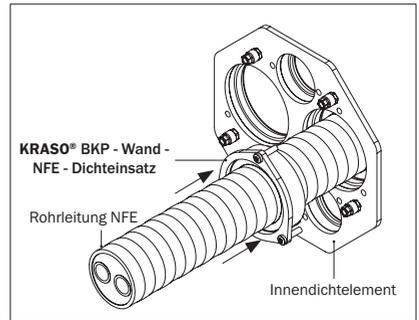

Abbildung 13.3: Montage **KRASO® BKP - Wand - NFE - Dichteinsatz** innenseitig
- Schieben Sie den **KRASO® BKP - Wand - NFE - Dichteinsatz** mit der Gummidichtung voraus über die Rohrleitung bis in das Innendichteelement des **KRASO® Bauherren-Komfortpakets - Wand - NFE**. Beachten Sie, dass die Schraublöcher am Dichteinsatz und die Kernlöcher im Innendichteelement übereinander liegen (s. Abbildung 13.3).